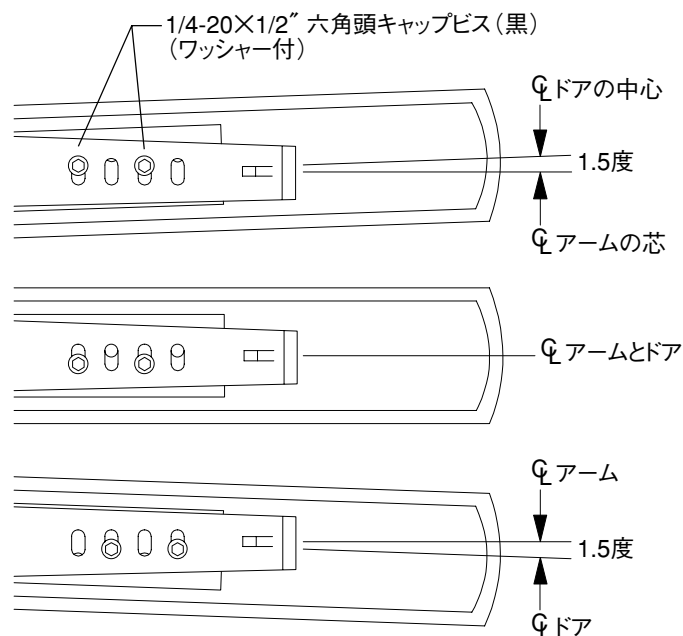

図11-6
11.8 2ヶの1/4-20×1/2" (インチ専用ビス) 六角頭キャップビスとワッシャーを1つの長穴を通し、トップアタッチメントアームにしっかりと取り付けして下さい。(図11-6)